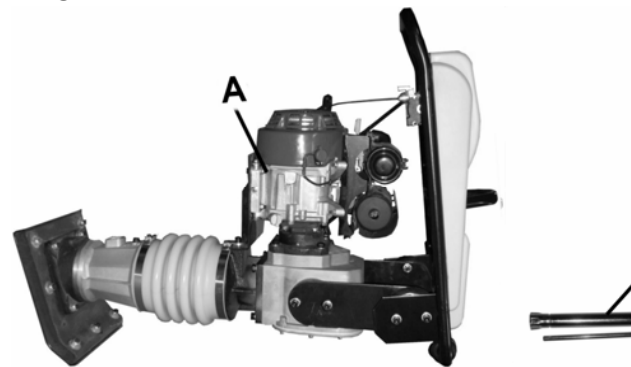

Рис.1
5.1. На Рис.1 показано содержимое комплекта: